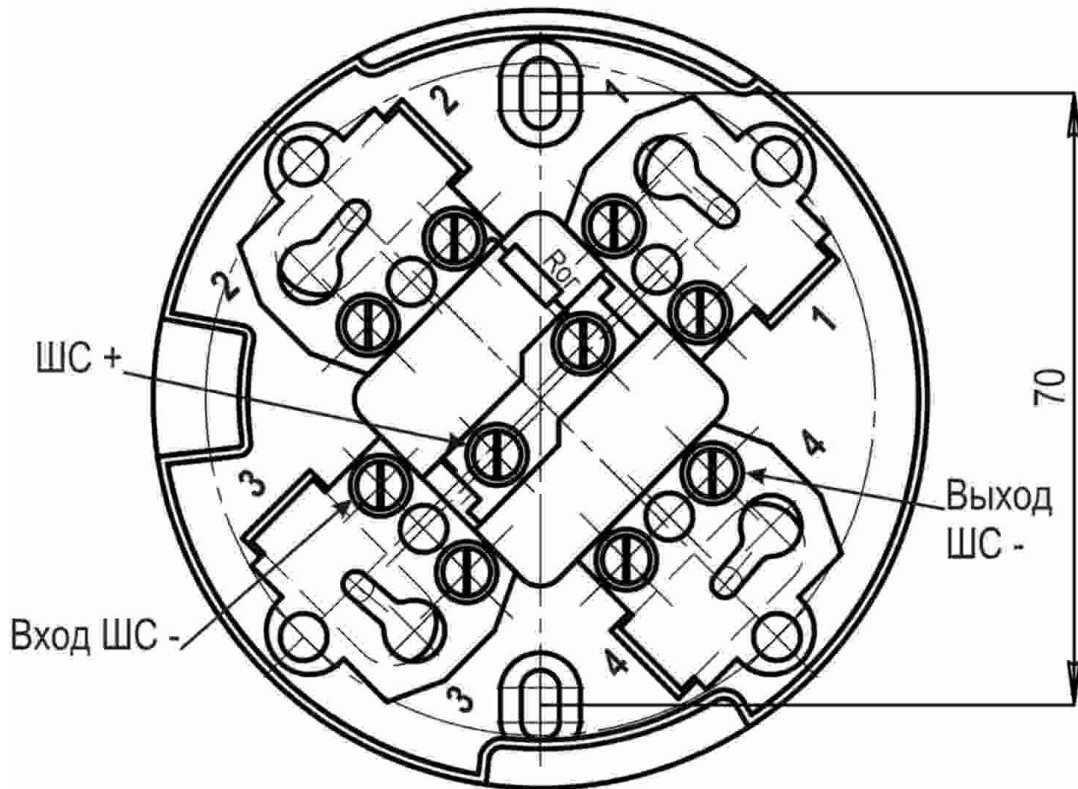

Рис. 2. Розетка извещателя. Общий вид и расположение контактов
7.4 Расположение и назначение контактов розетки для извещателей с бесконтактным выходом приведено на рис. 2.
- разметить места установки дюбелей согласно рис. 2 или 3;